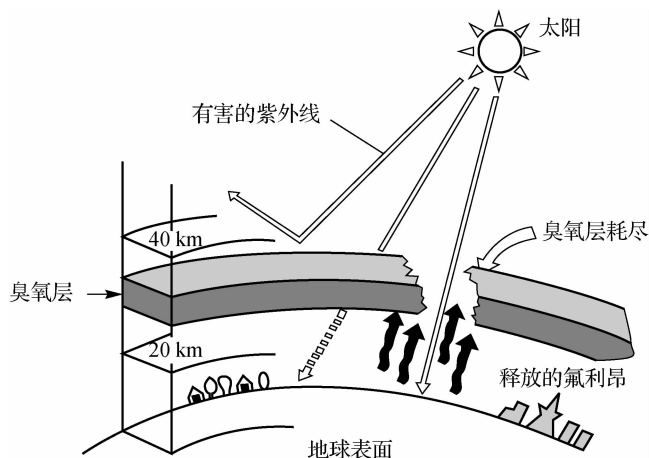

图 1-8 臭氧被氟利昂破坏大气的原理
(2)臭氧被氟利昂破坏大气的原理:太阳光穿过臭氧层被破坏的大气层照射到地球的表面,如图 1-8 所示。